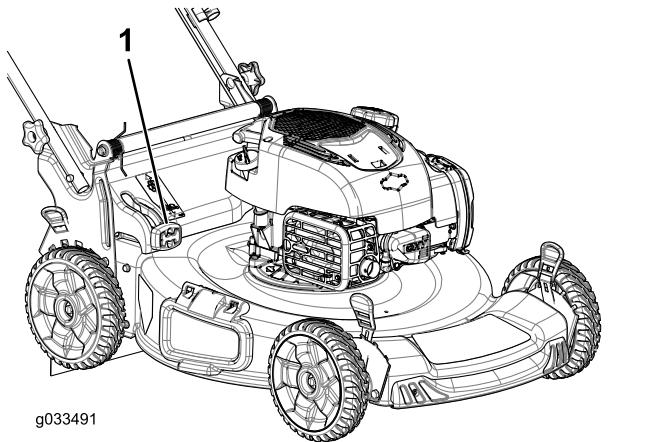

Figura 23
- **Se desejar recolher relva e aparas**, prima o botão na alavanca de uso do saco a pedido e desloque a alavanca para a frente até que o botão saia (Figura 23).